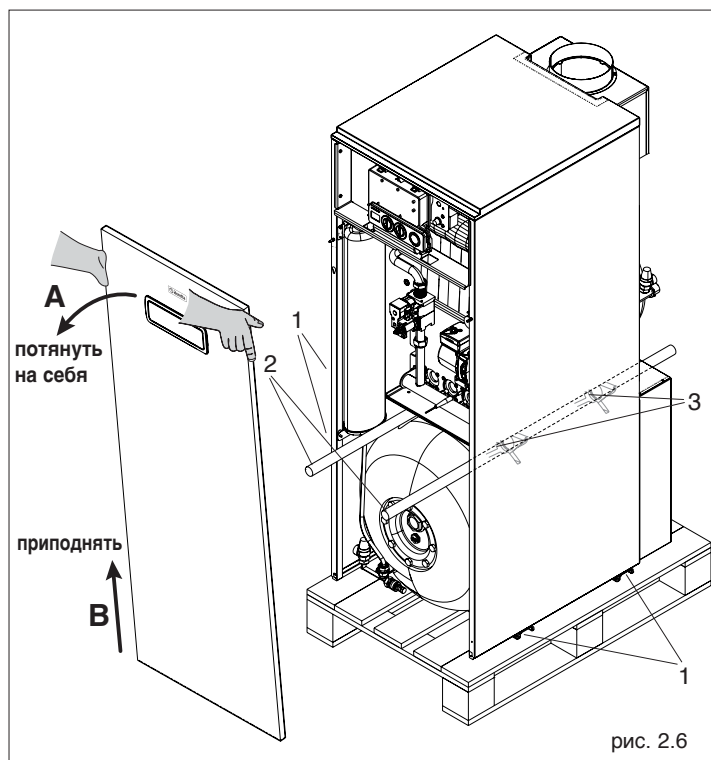

рис. 2.6
- снимите восемь крепёжных винтов (1), которые крепят котёл к деревянному поддону и снимите котёл с поддона
- приподнимите котёл, используя две трубы на 3/4" (2) (не входят в комплект поставки) для **Fabula E CAI 90** и 1" для **Fabula E CAI 120** которые вставляются в специальные отверстия (3) (рисунок 2.6).